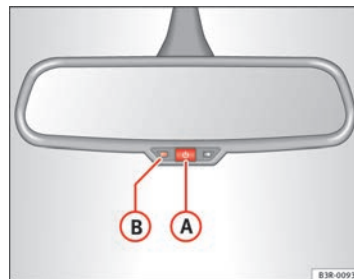

Fig. 103 Rétroviseur intérieur photosensible : témoin et touche de mise en/hors fonction
- Appuyez sur la touche **(A)** ⇒ page 137, fig. 103. Le témoin **(B)** s'éteint.
- Appuyez sur la touche **(A)** ⇒ page 137, fig. 103. Le témoin **(B)** s'allume.